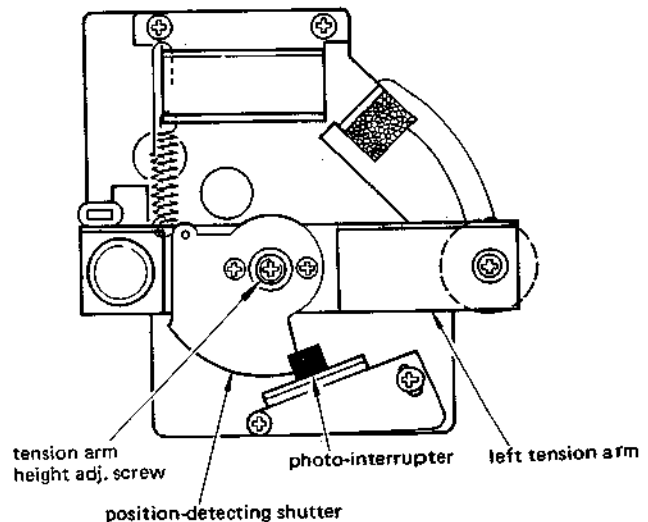

Fig. 2-10
Adjust by turning the left (right) tension arm height adjusting screw (refer to Fig. 2-10) so that the tape moves in the center of the inertia roller.
2. 調整しようとする側のガイドローラの回転を手で止め、ガイドローラのセンターをテープが走行するようにテンションアーム高さ調整ナット(図2-10参照)を調整する。